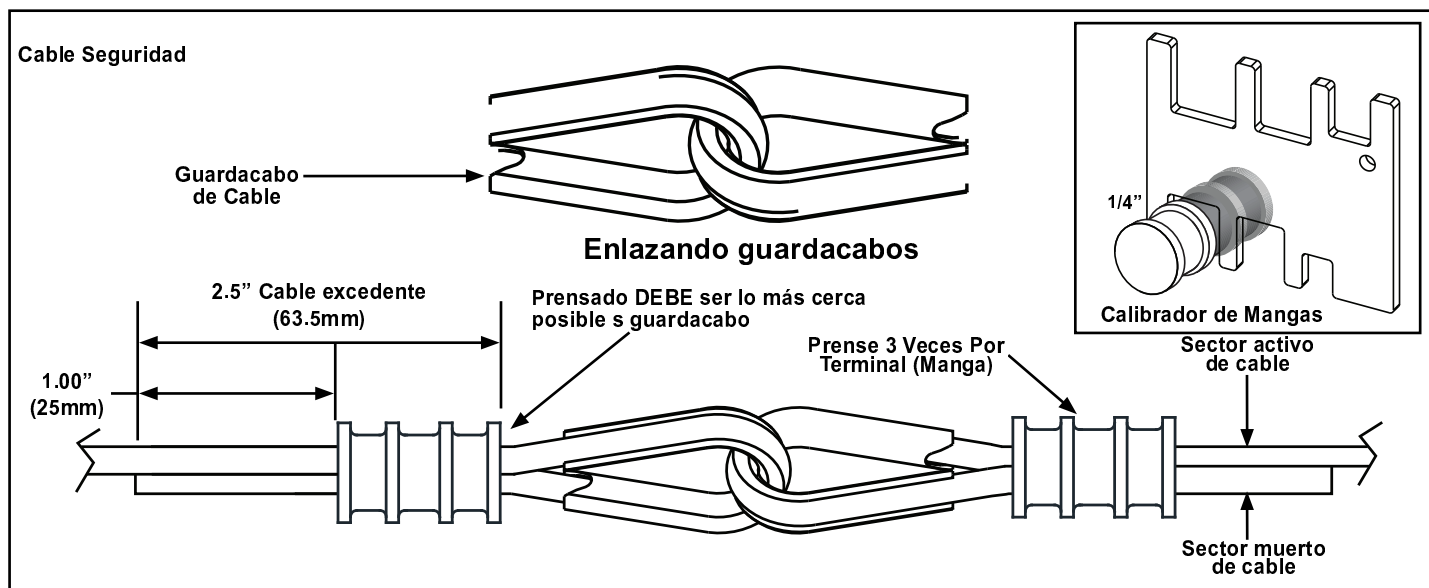

Figura 3-140
El método requerido para empalmar dos (2) cables juntos es usar Abrazaderas y guardacabos, usando el número de mangas recomendado en cada extremo. Vea Figura 3-140.
No empalme extremos de cables. Use método con guardacabos. Vea Figura 3-140.
- Paso 1. Enlace guardacabos juntos. Ver Figura 3-140.
- Paso 2. Pase un excedente mínimo de 2.5" (63.5 mm) de cable ¼" por el guardacabo como se muestra en Figura 3-140 abajo.
- Paso 3. Ensamble todos los componentes juntos dejando 1.00" (25.4 mm) de cable ¼" "sector muerto" sobresaliendo las mangas Nycro-Press como se muestra en Figura 3-140.
- Paso 4. Usando una prensa manual o Hidráulica, presione la manga Nycro-Press (3) veces.